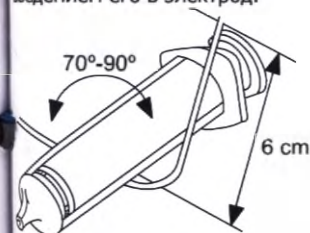

Рисунок 4. Изгибание стилета
- Выберите стилет в соответствии с назначением и желаемой жесткостью. При необходимости аккуратно согните выбранный прямой стилет при помощи стерильного инструмента с гладкой поверхностью (например, цилиндра шприца объемом 10 или 12 куб. см.) (Рисунок 4 Изгибание стилета). При использовании стилета вероятность распрямления плавного изгиба меньше, чем острого.